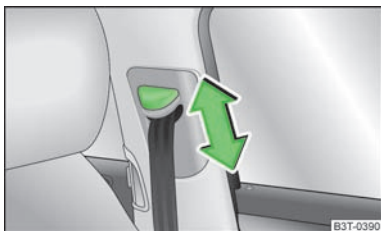

Fig. 140
- > Apăsăți armătura de ghidare și împingeți în direcția dorită, înspre în sus, sau înspre în jos » fig. 140.